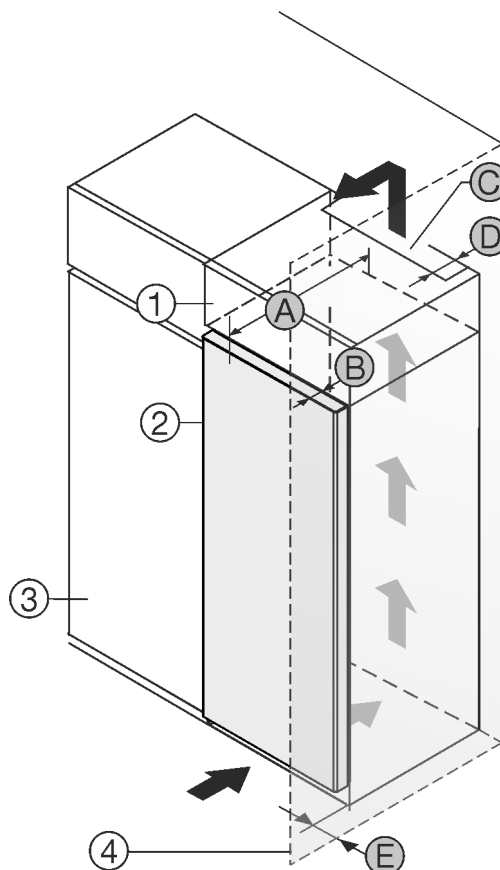

Fig. 1
- (1) 附加柜 \*
- (2) 冰箱 \*
- (3) 餐具柜 \*
- (4) 墙壁 \*
- (A) 冰箱深度 \*
- (B) 门深度 \*
- (C) 通风横截面 \*
- (D) 冰箱背面间距 \*
- (E) 到冰箱侧面的间距 \*
您可以将冰箱直接放置在餐具柜 Fig. 1 (3) 旁边。\*
在附加柜背面必须有一个竖风道，其深度 Fig. 1 (D) 应超过整个附加柜宽度。\*
盖板下必须保有通风横截面 Fig. 1 (C)。\*
如果将带铰链的冰箱放置在墙壁 Fig. 1 (4) 边，冰箱和墙壁必须至少相距 13 mm。\*
为了能完全打开门，冰箱必须凸出橱柜正面一定门深度 Fig. 1 (B)。根据餐具柜 Fig. 1 (3) 的深度，使用壁距调整垫片可以使冰箱更为凸出。\*